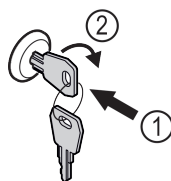

Fig. 190
▶ Įspauskite raktą. Fig. 190 (1)
▶ Pasukite raktą 90° pagal laikrodžio rodyklę. Fig. 190 (2)